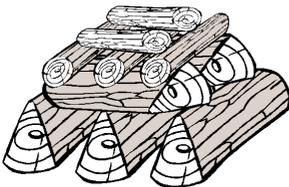

FIG. 7a
2. Abra la puerta de la chimenea y en el fondo de la cámara contra la pared posterior coloque la dosis de combustible recomendada para su tipo de hogar. Coloque primero los trozos de madera más grandes y luego los más pequeños (Fig. 7a).